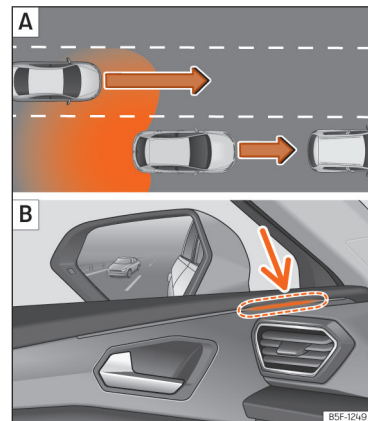
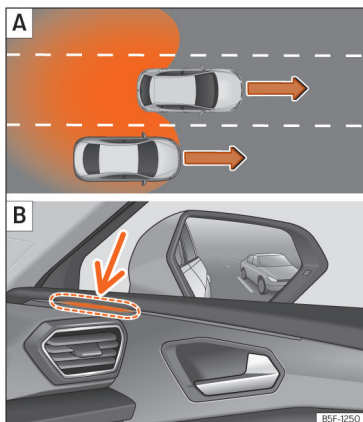

Abb. 144 Schematische Darstellung: **A** Überholen mit Verkehr im hinteren Bereich. **B** Anzeige des Spurwechselassistenten links.
Abb. 145 Schematische Darstellung:
- Bei einer Überholung durch ein anderes Fahrzeug >>> **(Abb. 144) A**.
- Bei Überholung eines anderen Fahrzeugs >>> **(Abb. 145) A** mit einer Geschwindigkeitsdifferenz von ca. 10 km/h (6 mph). Erfolgt die Überholung wesentlich schneller, erfolgt keine Anzeige.
In folgenden Situationen wird die Anzeige in der Kontrollleuchte >>> **(Abb. 144) B** (Pfeil) oder >>> **(Abb. 145) B** (Pfeil) dargestellt: